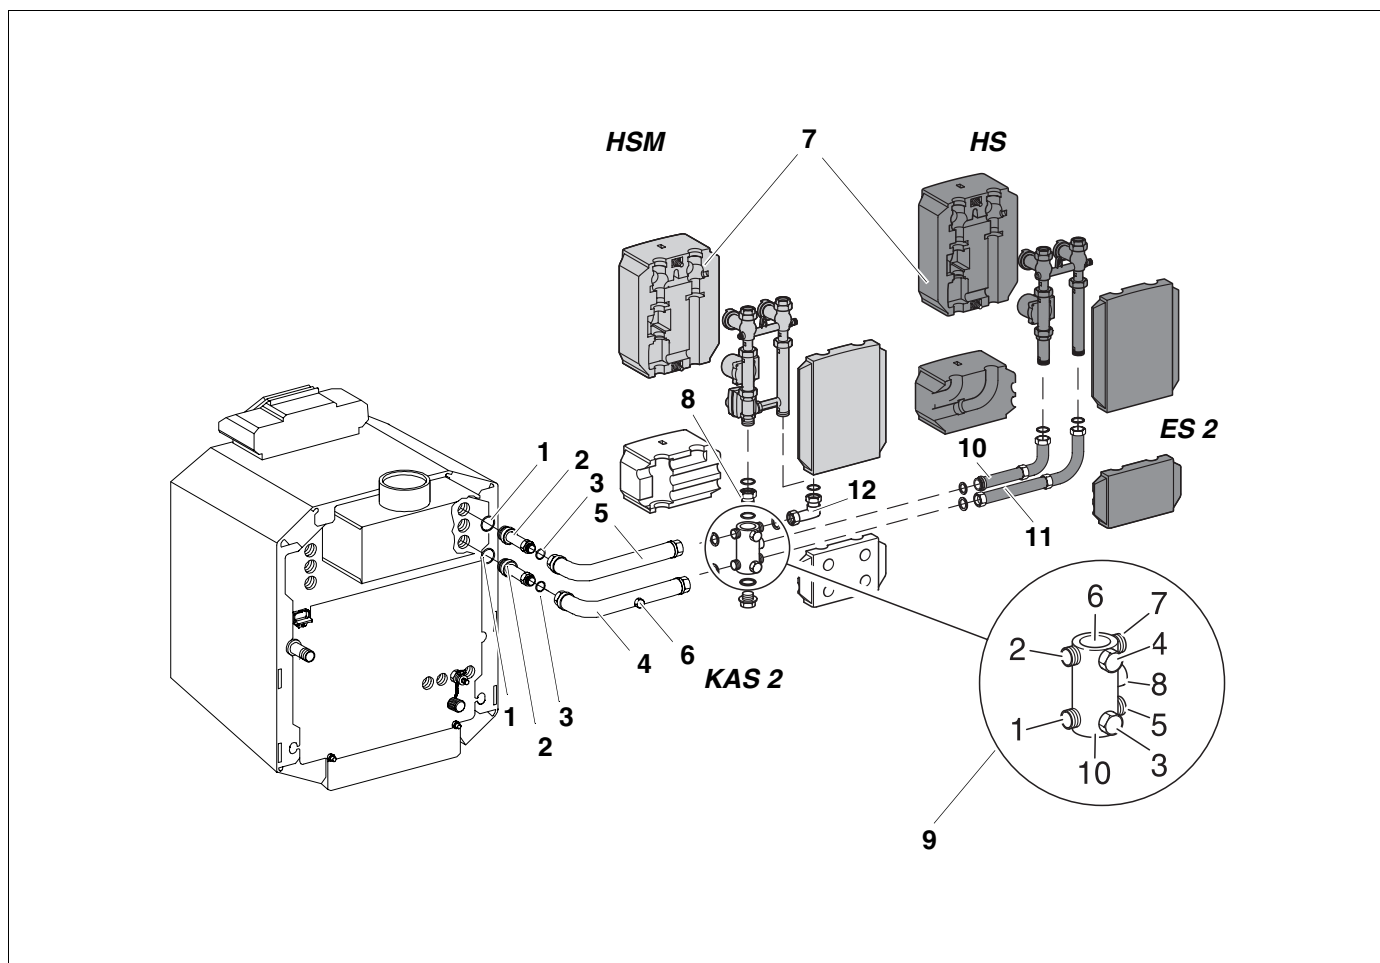

Fig. 7 Montaggio perpendicolare laterale a sinistra
Legenda per fig. 7
- Avvitare il tronchetto filettato (2) con l'O-Ring (1) al ritorno della caldaia.
- Nel tubo di ritorno (4) inserire una guarnizione (3) nel dado di raccordo. Avvitare il tubo di ritorno (4) al tronchetto filettato senza stringere.
- Inserire le guarnizioni (3) nei filetti dei segmenti orizzontali dei tubi (mandata e ritorno).
- Avvitare il tubo di mandata (5) all'uscita n. 2 del collettore di distribuzione multifunzione (9).
- Avvitare il tubo di ritorno (4) all'uscita n. 1 del collettore di distribuzione.
- Avvitare l'adattatore (8) dall'alto all'uscita n. 6 del collettore di distribuzione.
- Inserire la guarnizione (3) nel raccordo filettato ad angolo (12) ed avvitarlo con il lato lungo all'uscita n. 7 del collettore di distribuzione.
- Inserire le guarnizioni (3) nell'adattatore (8) e nel raccordo filettato ad angolo (12) einlegen.
- Avvitare il set circuito di riscaldamento con o senza miscelatore (HSM o HS) come indicato in fig. 7.
- Avvitare il doppio nipplo (10) con l'O-Ring all'uscita n. 8 del collettore di distribuzione.
- Montare la curva con la guarnizione (3) (lato lungo) fig. 7.
- Inserire la guarnizione (3) nel filetto del raccordo intermedio (11) come indicato in fig. 7 e avvitare il raccordo all'uscita n. 5 del collettore di distribuzione.
- Montare la curva con la guarnizione (3) (lato corto) (fig. 7).
- Inserire le guarnizioni (3) nei filetti delle due curve.
- Avvitare il set circuito di riscaldamento con o senza miscelatore (HSM o HS) secondo quanto indicato in fig. 7.